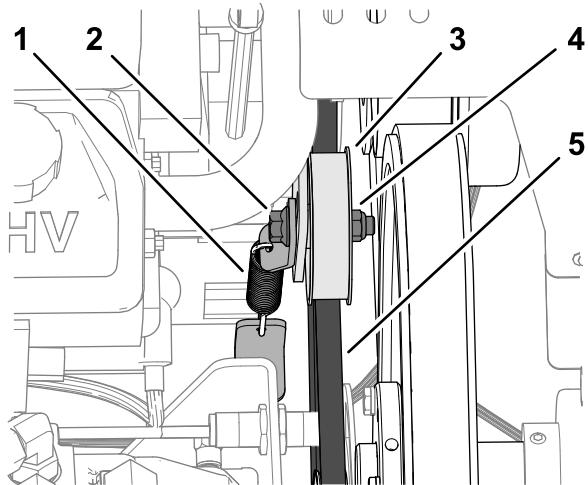

图 176
3. 旋松固定液压泵皮带惰轮皮带轮的凸缘头平头螺丝和凸缘锁紧螺母直至螺栓移入惰轮支架的插槽图 176。